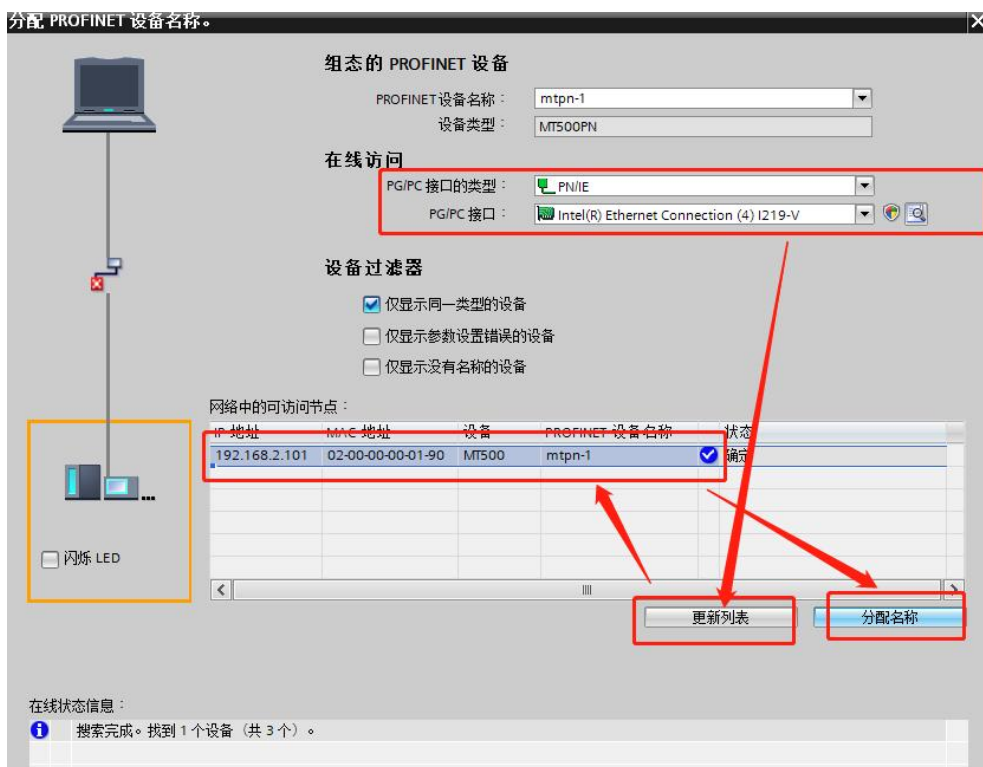

图 28 分配设备名称
(2)用网线连接 PLC 和驱动器，如图 28 所示：在弹出的界面中，点击下方的更新列表，可更新网络中所连接的 Profinet 从站，选中要分配名称的从站，点击下方的“分配名称”按钮